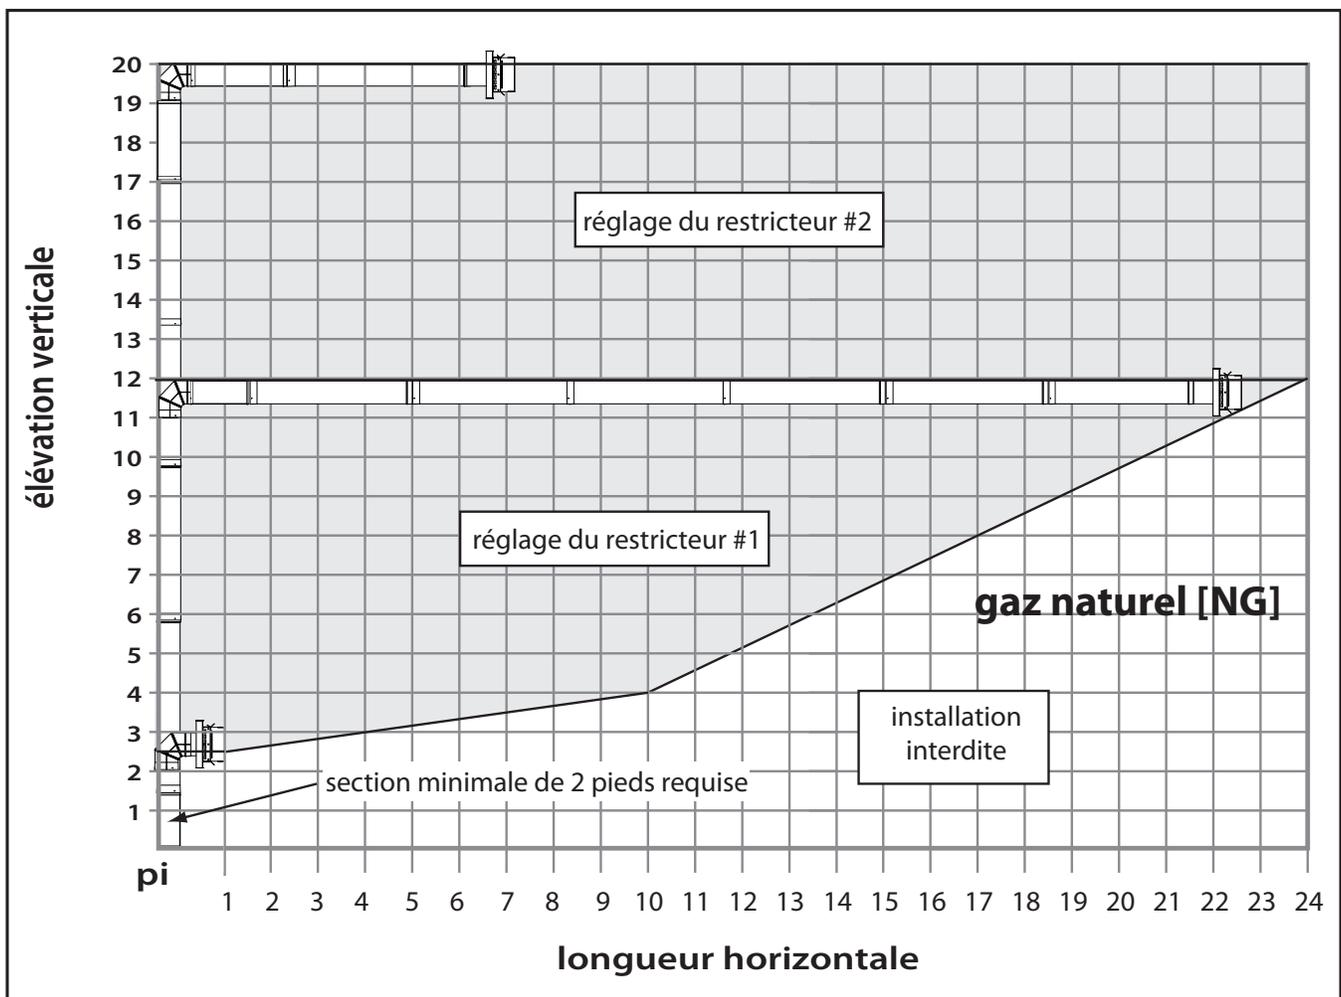

Figure 27: terminaison horizontale - 1 coude [NG]
Les graphiques suivants montrent les différentes options de ventilation disponibles en utilisant des terminaisons verticales ou horizontales associées à des coudes compris entre 0 et 3 à 90 ° dans le plan vertical. Toute disposition planifiée restant dans les zones ombrées est acceptable. **Avoir le plus petit nombre de coudes est idéal car ils limitent le flux d'air. La longueur totale du tuyau d'évent horizontal ne peut pas dépasser 24 pieds (7,3 m) et la longueur verticale totale ne peut pas dépasser 40 pieds (12,2 m).** Toute combinaison de montée et de course peut être utilisée dans la mesure où elle se situe dans les zones ombrées des graphiques suivants. Un total de trois (3) coudes à 90 ° ou de six (6) coudes à 45 ° peut être utilisé comme indiqué aux Figure 27 et Figure 28. En plus de ce qui est illustré, si un coude à 90 ° est utilisé dans le plan horizontal, (91,4 cm) doit être soustrait de la course horizontale admissible (pour chaque coude à 45 °, il faut soustraire 45,7 cm).